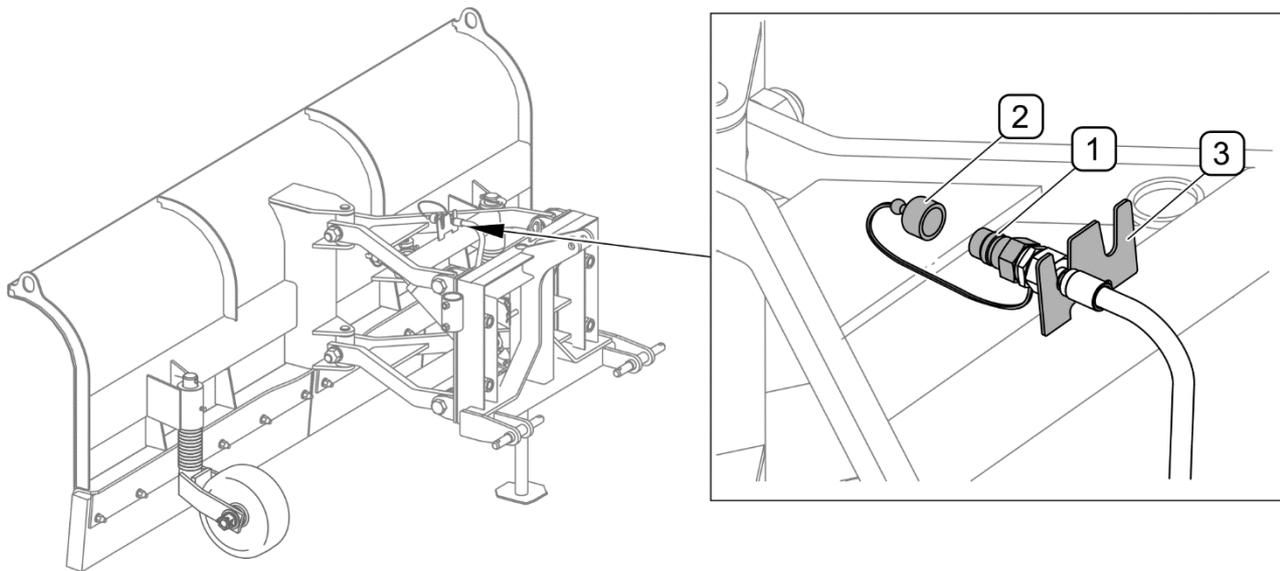

РИСУНОК 4.13 Предохранение гидросоединений
- отсоединить штекер (1) гидроразъемов, надеть коплачки (2) и поместить на кронштейн (3) на раме отвала (РИСУНОК 4.13)
- отсоединить штекер (1) гидроразъемов, надеть коплочки (2) и поместить на кронштейн (3) на раме отвала (РИСУНОК 4.13)